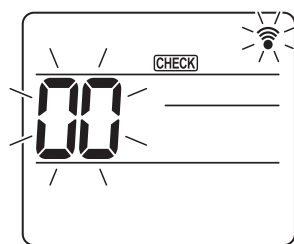
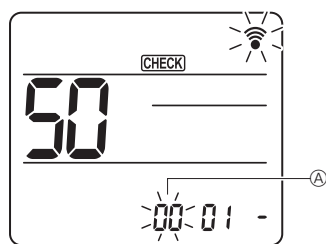
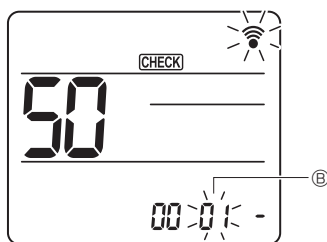

Fig. 7-17
Fig. 7-18
Fig. 7-19
- ① Vaya al modo de selección de función
- (Inicie esta operación con la pantalla de estado del mando a distancia apagada). [CHECK] (COMPROBAR) se ilumina y "00" parpadea. (Fig. 7-17)
- ② Configuración del número de unidad
- Pulse el botón [DOWN] para seleccionar el número de unidad ①. (Fig. 7-18)
- ③ Seleccione un modo
- Pulse el botón [DOWN] para seleccionar el número de modo ②. (Fig. 7-19)